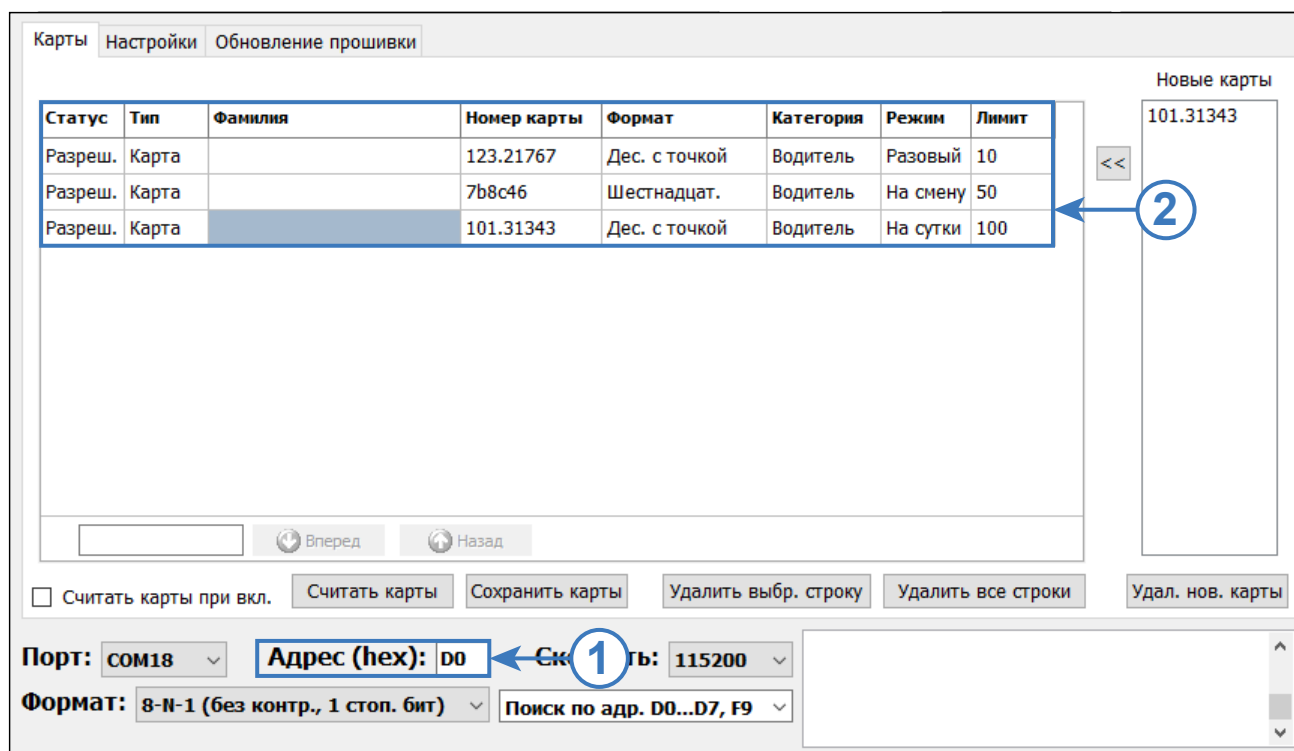

Рис.25. Формирование списка карт для передачи через сервер
- Введите в поле «Адрес (hex)» в нижней части окна конфигуратора сетевой адрес устройства, которому нужно передать файл (**Рис.25, п.1**). Стандартные адреса устройств TKFC Plus: D0–D7. Адрес устройства, работающего в режиме устройства ПОРТ-3, — F9.
- Сформируйте в конфигураторе нужный список карт (**Рис.25, п.2**).
- Введите в поле «Адрес (hex)» в нижней части окна конфигуратора сетевой адрес TKFC Plus, которому нужно передать настройки (**Рис.25, п.1**). Стандартные адреса устройств TKFC Plus: D0–D7. Адрес устройства, работающего в режиме устройства ПОРТ-3, — F9.